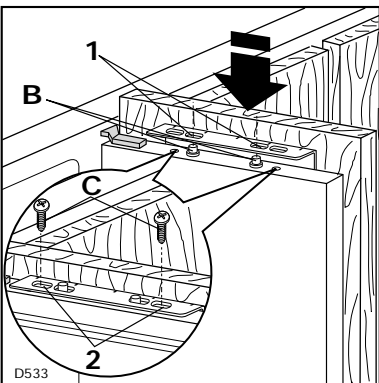

Fig. 8
Accrocher le panneau décoratif au haut de la porte, en introduisant les pivots (B) (sur la porte) dans les trous filetés (1) (sur la bride fixée au panneau) (Fig. 8).
Introduire les vis de serrage (C) dans les trous filetés (2) et fixer le panneau, sans serrer les vis (Fig. 8).